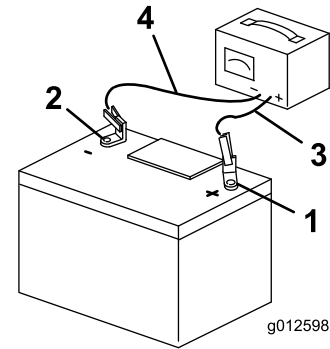

Figure 51
- Quand la batterie est chargée au maximum, débranchez le chargeur de la prise, puis débranchez les fils du chargeur des bornes de la batterie (Figure 51).